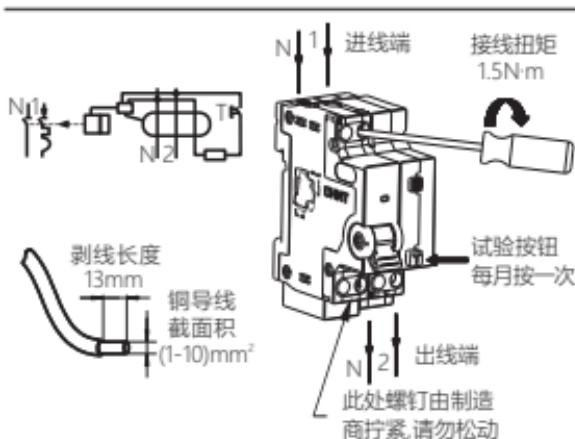

图5 接线示意图
5.4 适用于铜导线连接，导线选择见表2，接线方式及剥线长度示意如下图5。